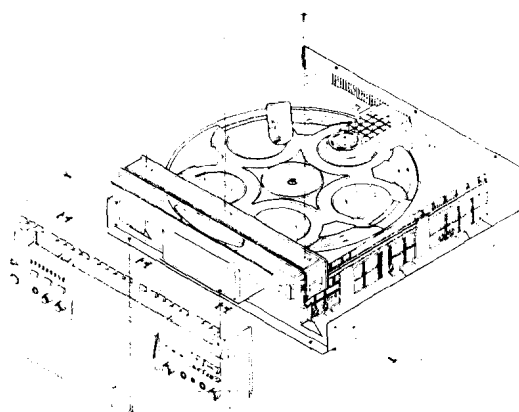

图 1.2.2 前面板的拆卸
1.2.2 拆卸面板（如图 1.2.2）
- (1) 拆下上部和下部各 3 个螺钉，再拆下左右各 1 个螺钉，如图 1.2.2 中的①。
- (2) 按图 1.2.2 依次拆下仓门和前面板。